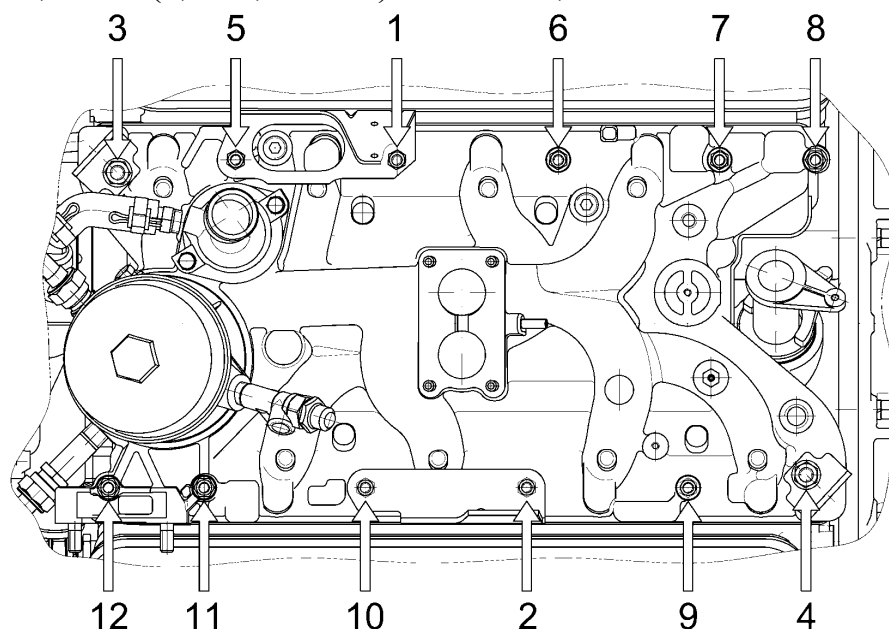

Рис.80. Порядок затяжки гаек впускной трубы
44. Установить на шпильки крепления впускной трубы скобы подъёма двигателя. Завернуть гайки крепления впускной трубы. Сначала завернуть гайки так, чтобы равномерно слегка прижать прокладки, затем произвести окончательную затяжку гаек. Предварительную и окончательные затяжку гаек впускной трубы производить в последовательности, указанной на рис.80.